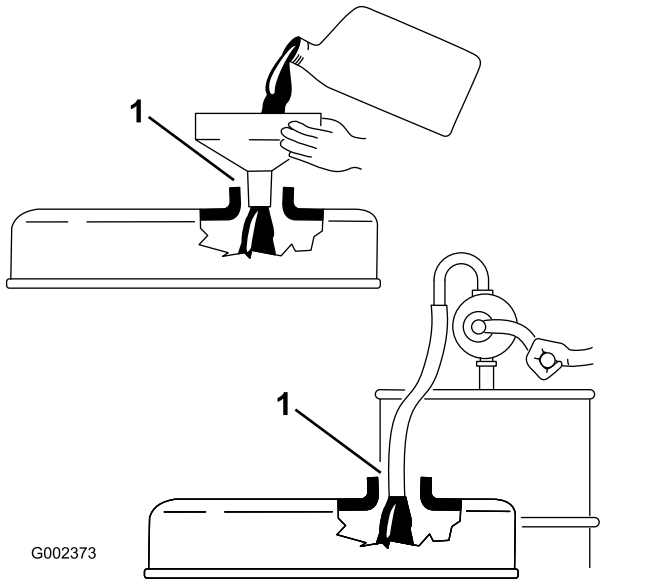

Bild 43
**Wichtig:** Beim Auffüllen von Motoröl oder Einfüllen von Öl muss ein Abstand zwischen dem Öleinfüllgerät und dem Öleinfüllstutzen in der Ventilöffnung bestehen, siehe Bild 43. Dieser Abstand ist für die Belüftung beim Einfüllen erforderlich.